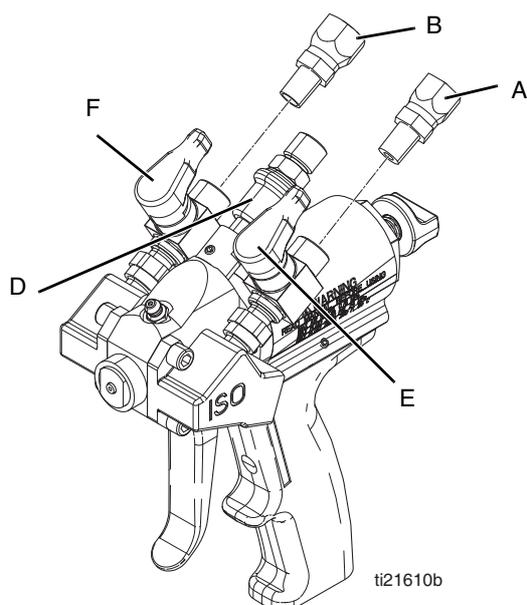

FIG. 4: Retrait du raccord tournant
2. Retirer les raccords tournants (A et B) des vannes d'arrêt du produit (E et F) du pistolet P2. Voir la FIG. 4. Les raccords de la vanne sont de type 1/8" NPT femelle.
3. Retirer le flexible d'air du commutateur d'air d'alimentation (D). Le raccord du commutateur d'air d'alimentation est de type 1/4" NPSM.